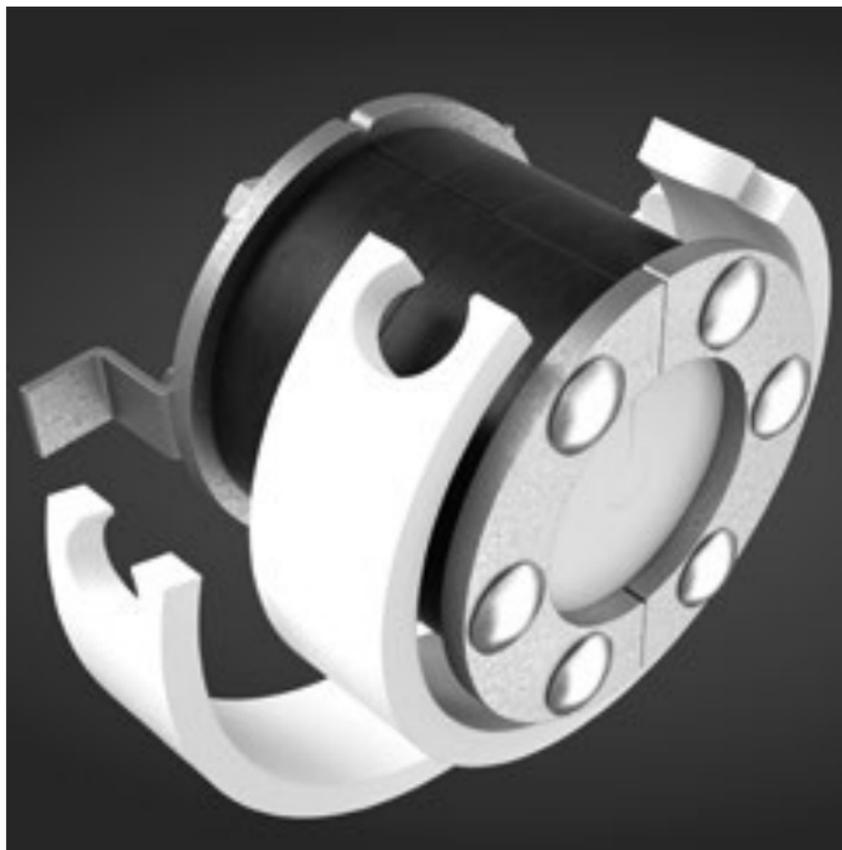

Bild 1
- 1 Äußeren, gelben Elastomer-Ring an der Verbindungsstelle öffnen (siehe Bild 1)